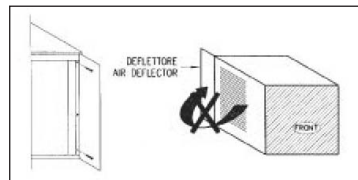

Abb. 24.
- 13) Montage des mitgelieferten Leitblechs (Abb. 24): Das Leitblech muss wie dargestellt montiert werden, um die Heißluftrückführung in den Kondensator zu verhindern.